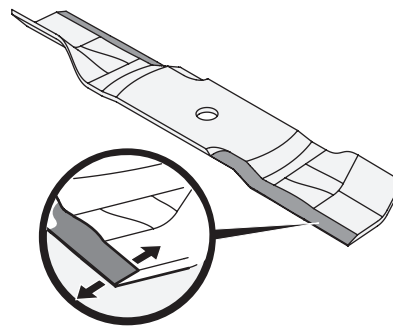

Figure 65
3. Pour affûter correctement les lames de coupe, enlevez des quantités égales de métal des deux extrémités des lames le long des bords de coupe, parallèlement au bord de fuite, à un angle de 25° à 30°. Il faut toujours affûter chaque bord de lame de la même manière pour maintenir l'équilibre de la lame (Figure 65).